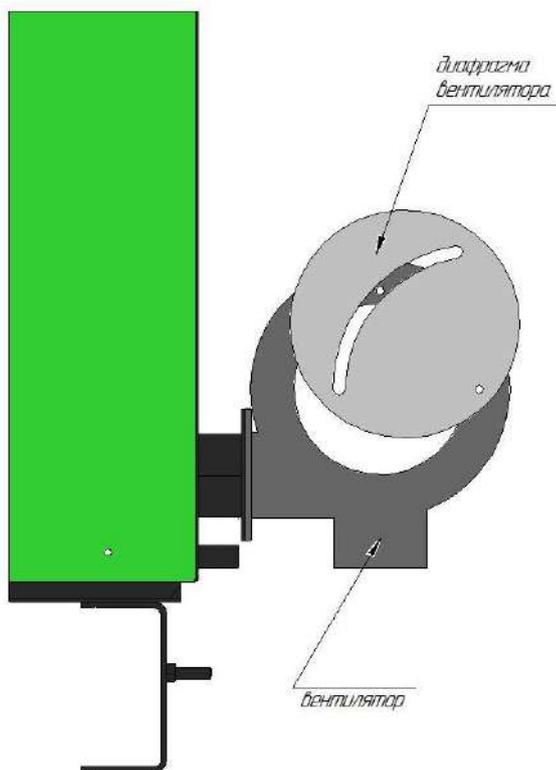

Рис.9
1. Режим горения топлива котла регулируется оборотами (скоростью) вентилятора и **диафрагмой** на вентиляторе. смотри рисунок 9.